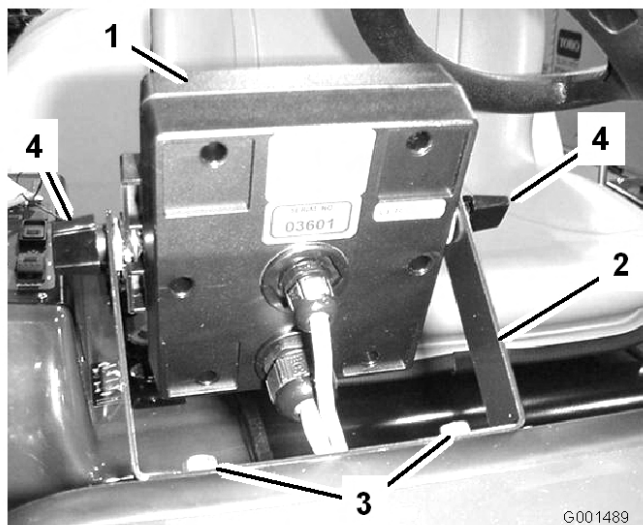
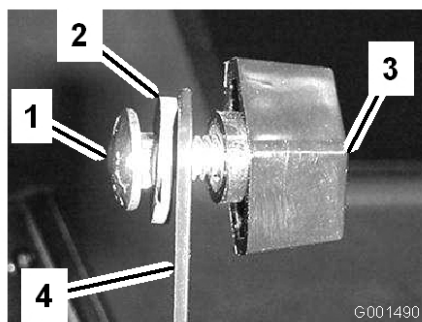

Figura 5
Figura 6
2. Instale o suporte do monitor no painel (Figura 5) com os 2 parafusos de cabeça flangeada (1/4 x 3/4 pol.) e 2 porcas flangeadas (1/4 pol.).
3. Coloque no suporte, sem apertar, os 2 parafusos de carroçaria, as anilhas de borracha, e os manipuladores como mostram as ilustrações da Figura 5 e Figura 6.
6. Instale o monitor Spray Pro por cima das cabeças dos parafusos da carroçaria (Figura 5) e aperte os manipuladores para fixá-lo.